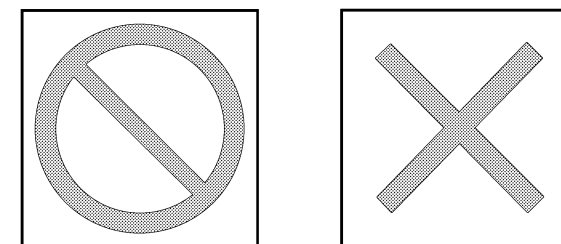

图 D.26 用来表示禁止行为或危险区域的红×或红⊙
D.9.1 避免危险图形符号常常用来表达某个行为是禁止行为或者某人可能处于特定的危险区域。一般使用红色×表示危险区域的概念。用红色的×或者○表示禁止行为的概念,一般优先选用红×。这些图形元素如图 D.26 所示。×和○的尺寸取决于他们所应用的具体图形符号。它们应足够大以便于识别,这一点非常重要,但是也应注意不要遮住图形符号的其他重要部分。